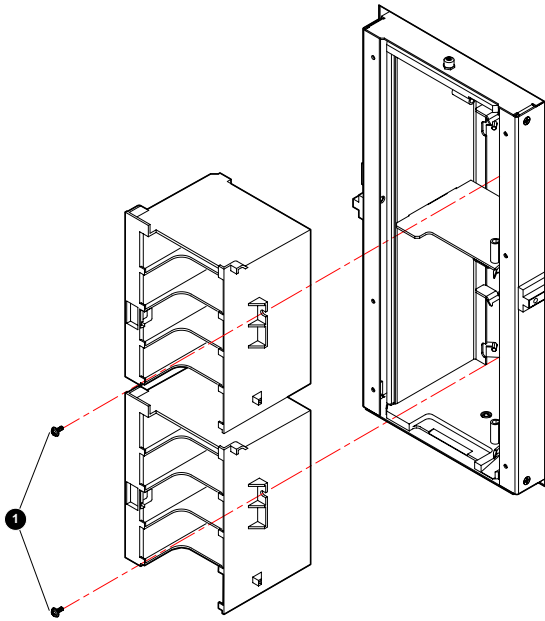

図6: ロード パックの固定
4. アップグレード キットに同梱されているネジ①を使用して、ロード ポートに固定ロード パックを固定します(図6を参照)。
3. 上下のロード パックを固定しているネジを取り外します（図6を参照）。